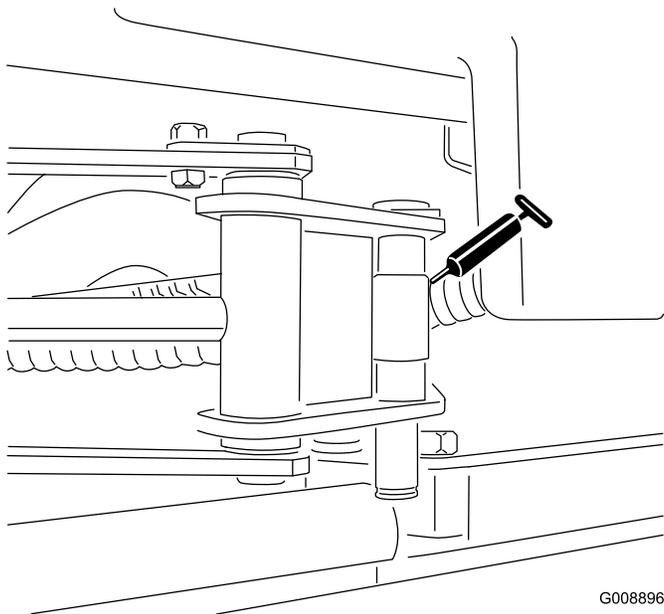

Figure 32
- Extrémités du vérin de SideWinder (2) (Figure 32)